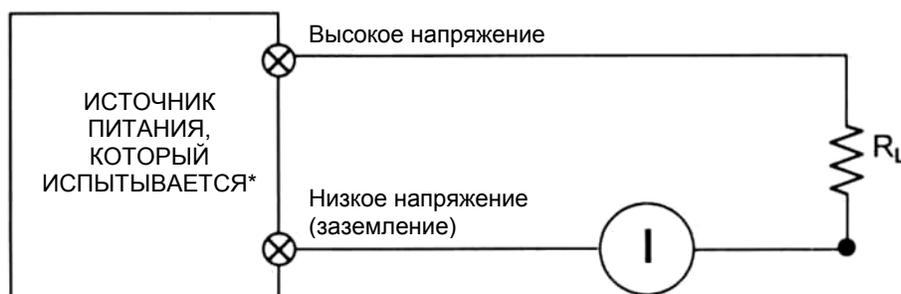

Рис. 8. Нестабильность тока
На Рис. 8 сопротивление нагрузки представлено как  $R_L$ . В источнике стабилизации тока сопротивление резистора нагрузки  $R_L$  меняется от нуля, в условиях короткого замыкания, до некоторой конечной величины при условиях номинального напряжения на выходе. Очевидно, что источник не может поддерживать стабилизацию в разомкнутой цепи. Поэтому изменения нагрузки осуществляются «закорачиванием» части номинального резистора нагрузки. Измеритель тока, последовательно подсоединенный к «низкой стороне» источника питания, используется для контроля тока.
7.2 На рис. 8 видно, что резистор  $R_L$  закорочен и источник питания включен. Ток на выходе прослеживается до его пиковой величины, и эта величина обычно составляет 110 % от номинального тока на выходе.